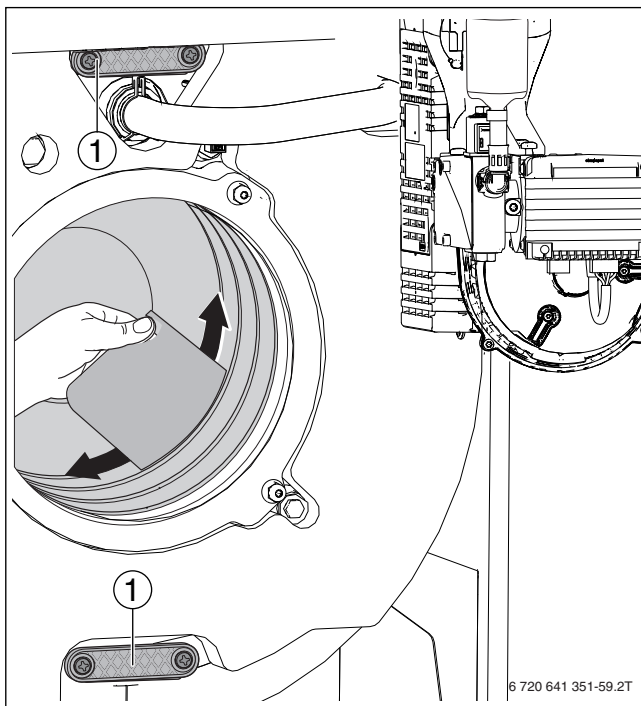
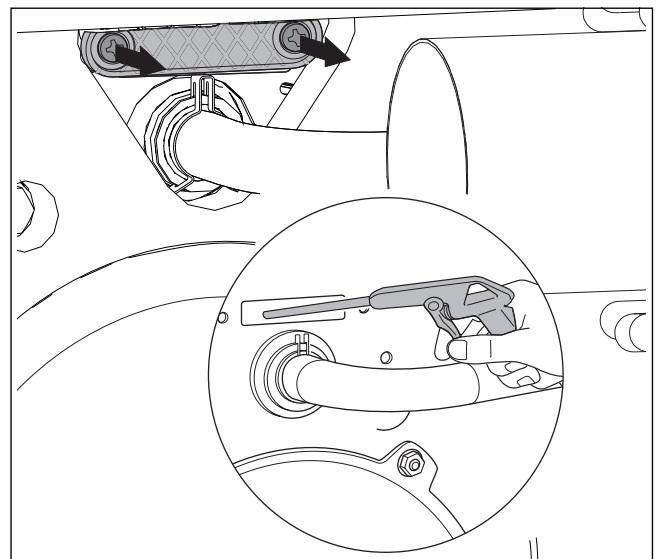

Bild 76 Heizgasspalte mit Reinigungsspachtel reinigen
Bild 77 Wärmetauscher mit Sprühlanze reinigen
- ▶ Befestigungsschrauben der beiden Reinigungsdeckel (→ Bild 76, [1]) entfernen.
- ▶ Reinigungsdeckel (→ Bild 76, [1] und Bild 77) abnehmen.
- ▶ Lose Partikel mit Wasser (z. B. Sprühlanze) aus dem Feuerraum und dem Abgasmantel spülen (→ Bild 77).
- ▶ Heizgasspalte mit Reinigungsspachtel reinigen (→ Bild 76). Hinweise zur Reinigung beachten!